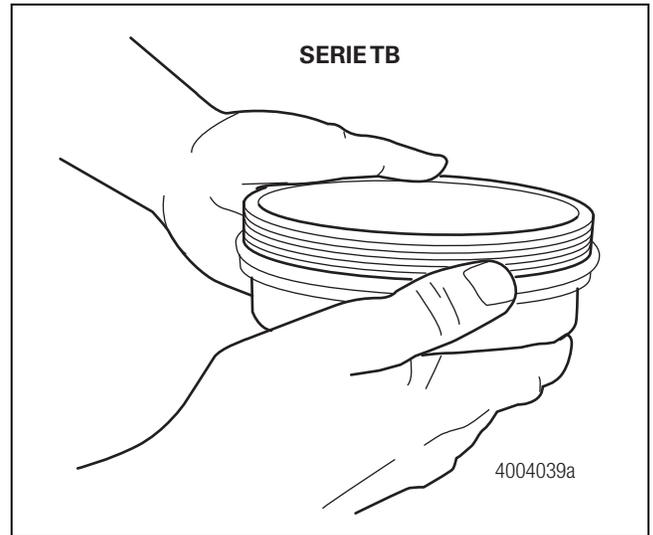

Figura 2.10
4. En la Serie TB, revise que el anillo "O" de la tapa de la maza no esté agrietado ni roto. Figura 2.10.